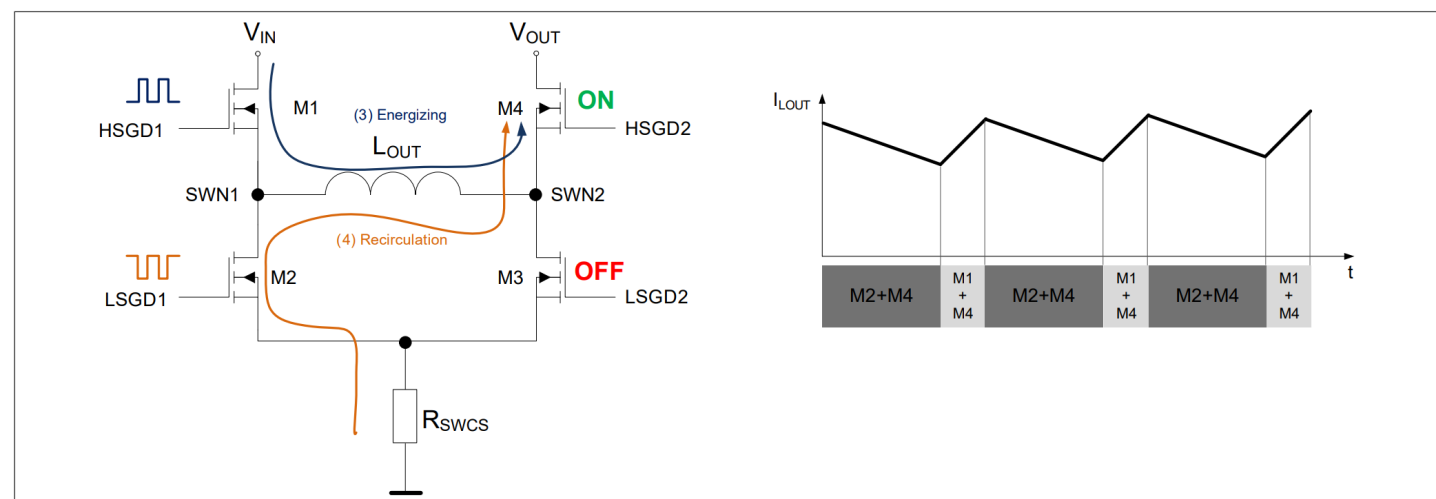

图14 降压模式下4开关H桥架构
- 开关 M1 和 M2 交替使用，其行为类似于典型的同步降压调节器（参见图 14）